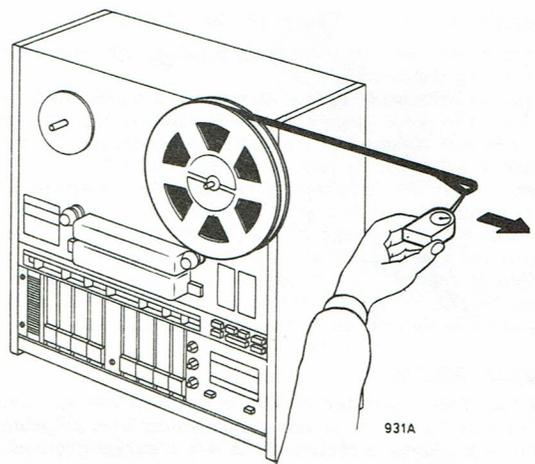
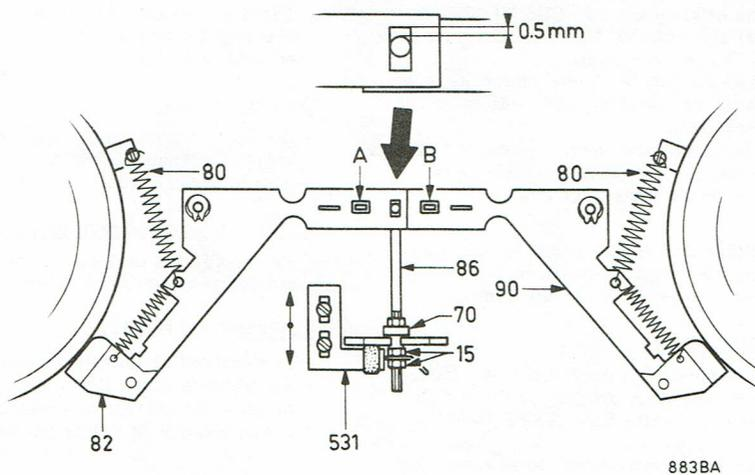

Fig. 16
Fig. 17
Aimants de freinage et freins (voir fig. 17)
- Vérifier la force de freinage du plateau à bobine de droite et de gauche; elle doit être d'env. 1000 gr/cm (force x rayon de la bande enroulée), voir en fig. 16. Cette force est réglable en raccourcissant ou en détendant les ressorts 80 (fig. 17).